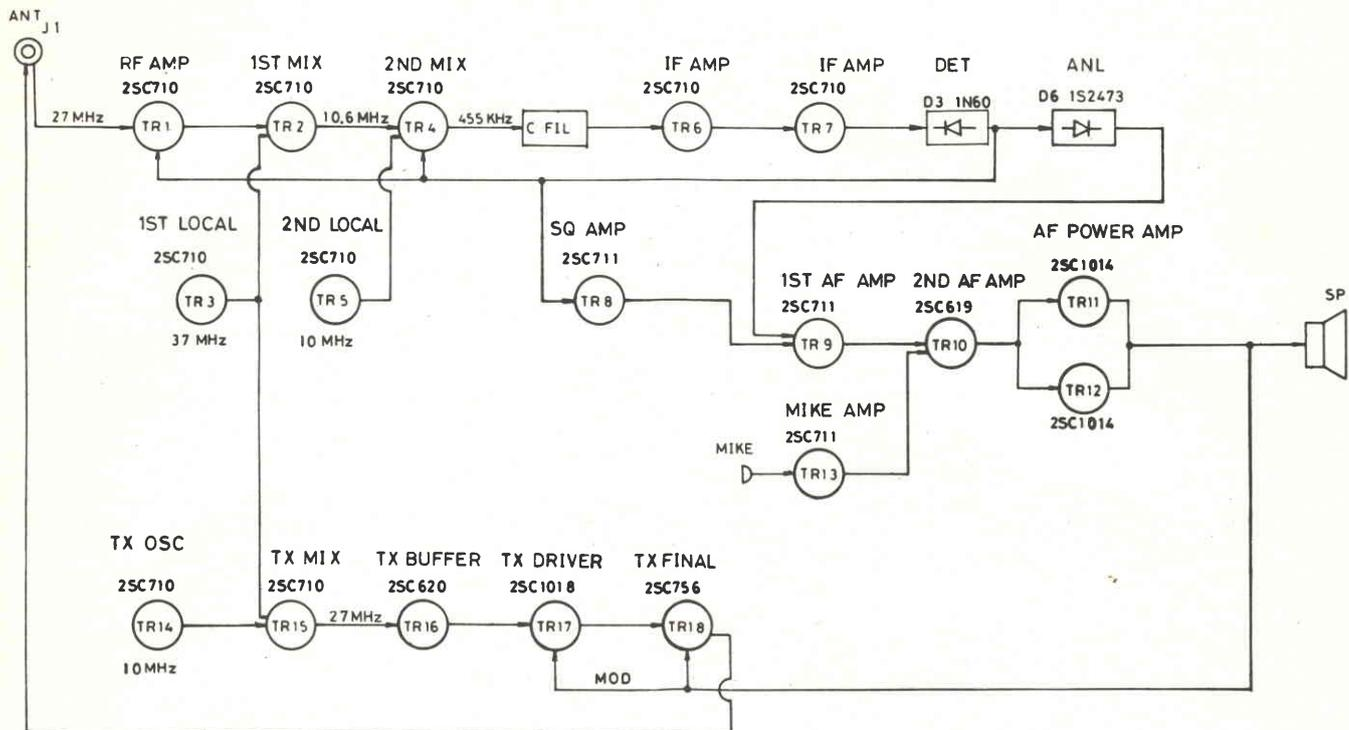

Fig. 2 - Schema a blocchi dei circuiti del ricetrasmittitore "46 GT" della Nasa.
Con ciò lo schema a blocchi di fig. 2 diviene di facile comprensione ed è possibile avere un'idea chiara di come avviene, con 20 cristalli in tutto, il processo di "sintetizzazione" delle frequenze, questa volta addirittura per ben 46 canali.
Fig. 2 - Metodo convenzionale di montaggio della basetta recante tutti i componenti del circuito di figura 1. A sinistra (A) la basetta è illustrata dal lato dei componenti, mentre a destra (B) è riprodotta dal lato delle connessioni in rame.